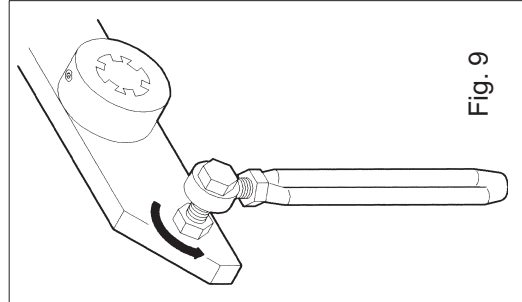

Fig. 9
- 5) Draai de contraoer los en maak de bedieningshendeleenheid los. (fig. 9)